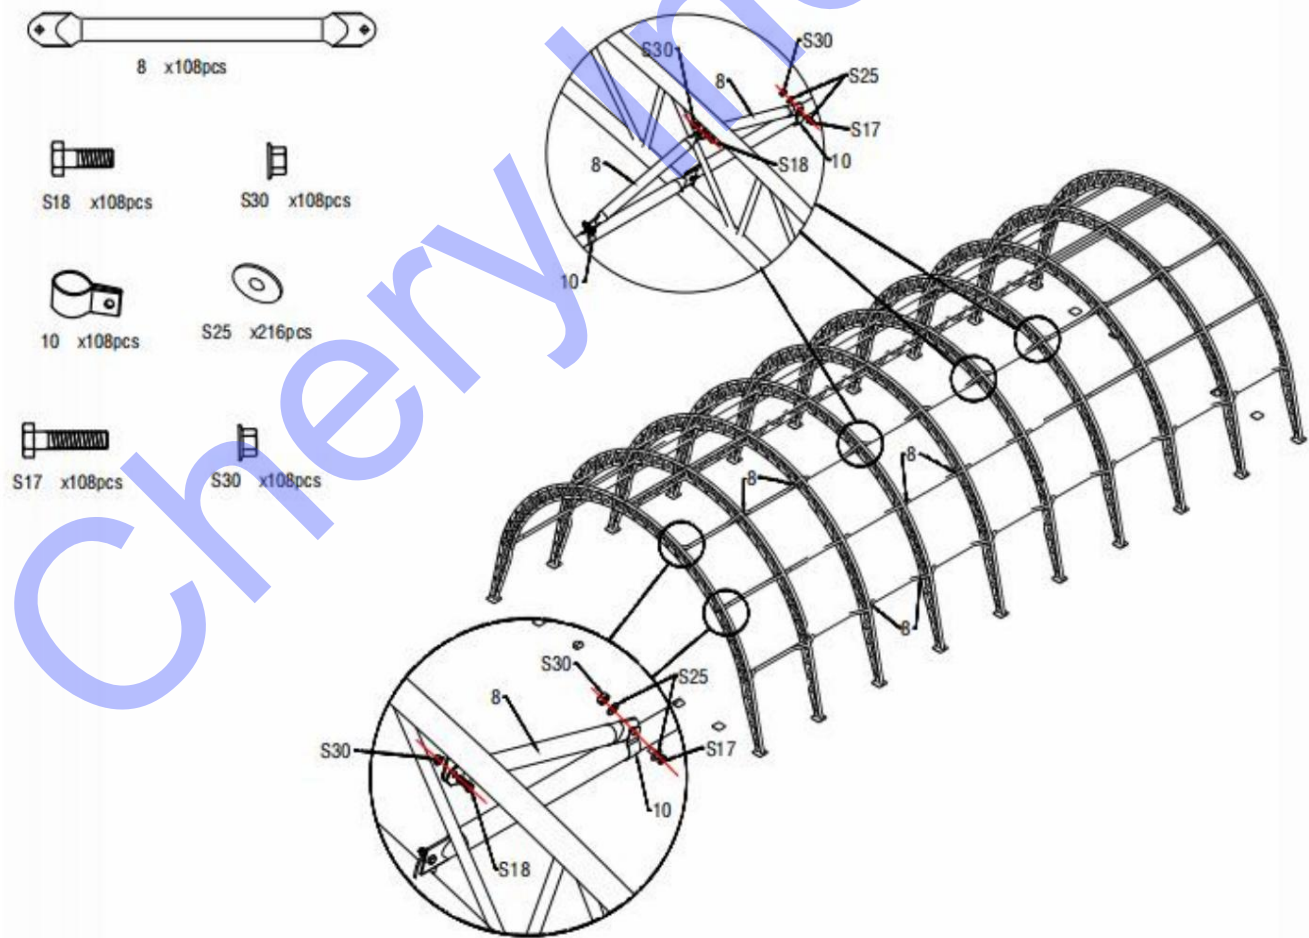

Figure 9
5. Fixez les clips (n° 10) sur les pannes (n° 7) et installez le tube de support diagonal pour panne (N° 8) sur les clips comme le montre la figure 9. Veuillez connecter le tube de support diagonal pour panne (n° 8) entre le cadre de l'arc et la panne (n° 7) en utilisant la vis M10x30 (n° S18) et Vis M10x50 (No.S17) avec rondelle plate M10 (No.25).